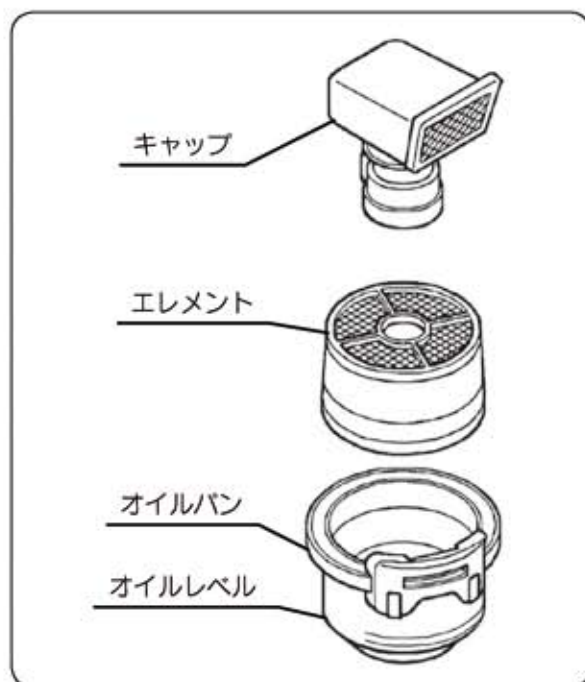

図40
- ② オイルが不足しているときは、オイルレベルまで補充してください。汚れがひどいときにはオイルパン・エレメントとも白灯油で洗浄しエレメントはエンジンオイルに浸し滴下しない程度に振り切ってください。(図40)
- ③ オイルパンはよく洗浄し、新しいエンジンオイル(SC級以上)をレベルまで入れてください。(図40)